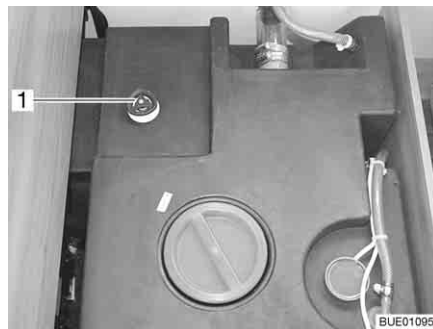

Fig. 157 Réservoir d'eau avec poignée tournante
- Faire tourner la poignée tournante (Fig. 157,1) du réservoir d'eau à fond dans le sens contraire des aiguilles d'une montre au-delà de la résistance pour ouvrir entièrement l'ouverture d'écoulement.